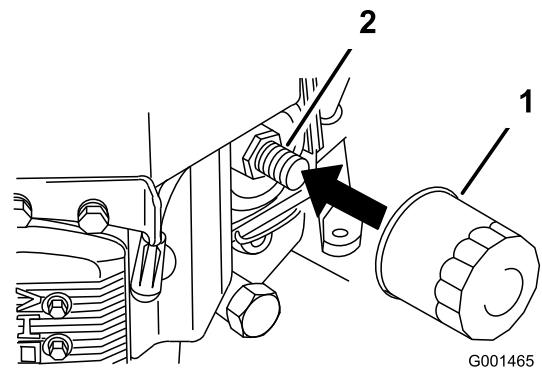

Bild 28
2. Entfernen Sie den alten Filter (Bild 28).
3. Ölen Sie die Gummidichtung am Ersatzfilter leicht mit Frischöl ein (Bild 28).
Sie den Filter dann um eine weitere 3/4 Drehung fest (Bild 28).